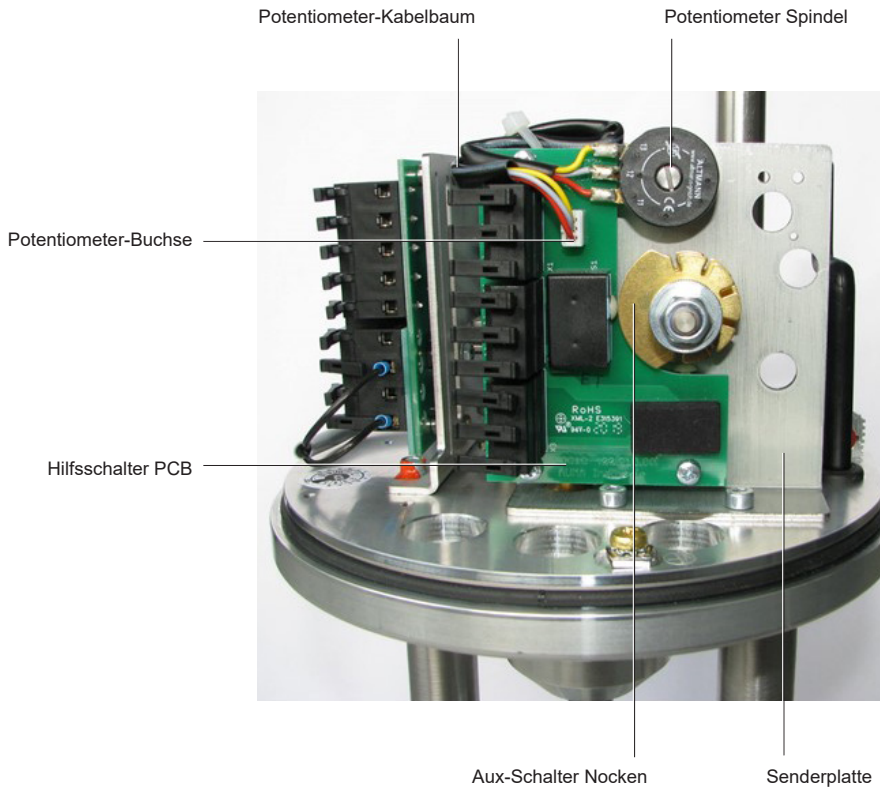

Abb. 12 Einbau und Einstellung des Potentiometers (1-6 kN)
- Siehe Abbildung 12 Potentiometerinstallation und -einstellung (1 - 6 kN) zur Produktausrichtung
- Schließen Sie den Kabelbaum an die Potentiometerbuchse an, wie in Abbildung 12 beschrieben. Einbau und Einstellung des Potentiometers (1-6 kN)